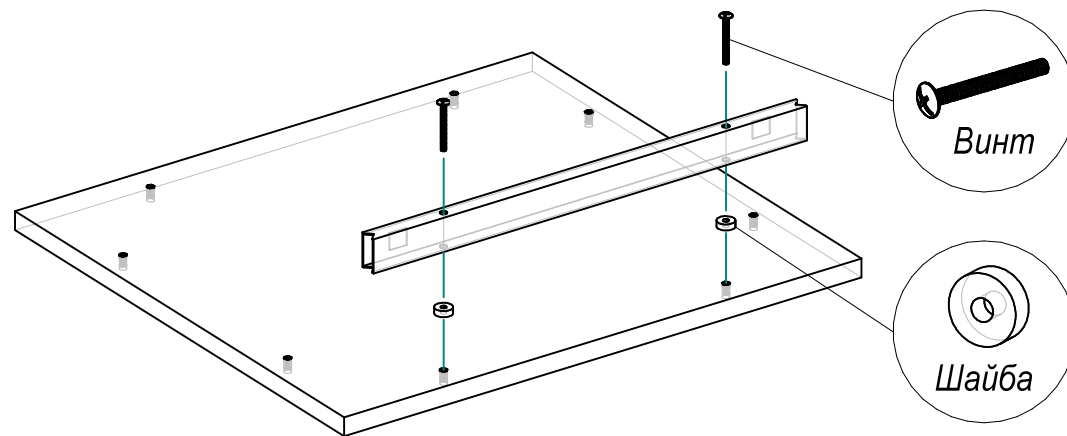

Рис. 2
2. Привернуть траверсу к столешнице через пластиковые шайбы. Затягивать винты до упора пока не нужно (рис.2).